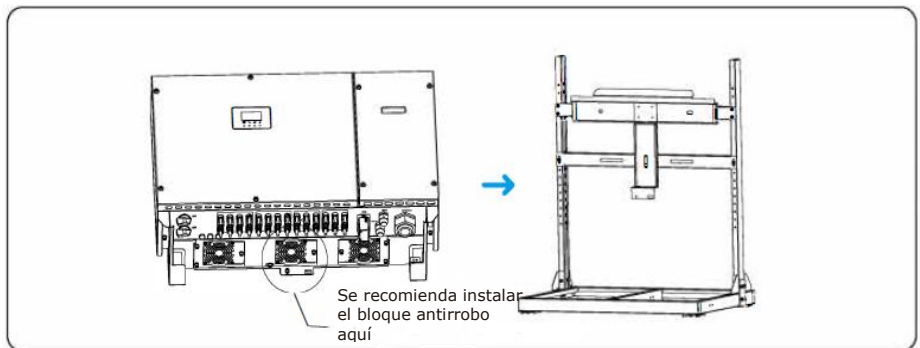

Figura 4.11 Apriete el inversor
**Paso 3** Monte el inversor en el soporte y apriete el inversor con el panel trasero mediante tornillos, como se muestra en la figura 4.11.